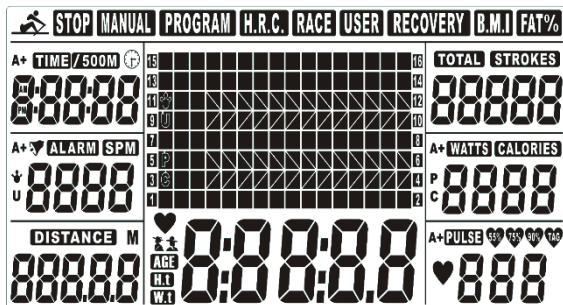
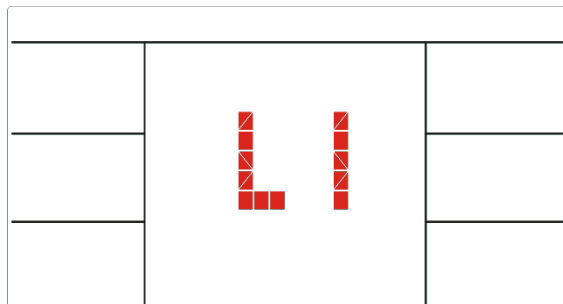
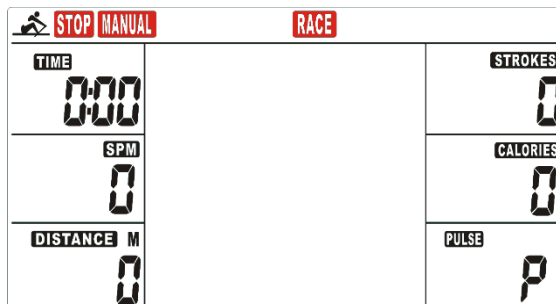

FIG 1
FIG 3
FIG 4
- A. Sätt i fyra AA-batterier i datorn. Datorn kommer nu att ljuda i två sekunder (Fig 1). Konsolen kommer sedan att visa typen i två sekunder (Fig 2), innan den öppnar L1-L6-menyn. Matrissskärmen visar L-värdet och blinkar (Fig 3). Användaren kan nu trycka på upp- eller nedknapparna för att välja nivå. Tryck på ENTER för att bekräfta och gå in i träningsläget (Fig 4).